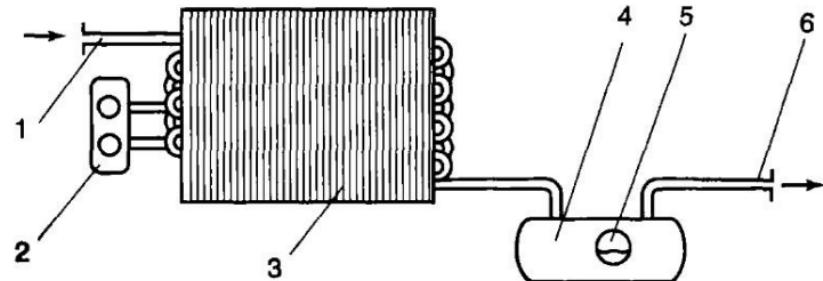

Рис. 114. Проверка зарядки системы хладагентом с применением указателя уровня жидкости:
9.3.2. Когда в машине давление стабилизировалось, открывают отверстие на указателе для проверки уровня жидкости. Непрерывный поток жидкого хладагента из отверстия свидетельствует о нормальной зарядке системы. Если из отверстия выходит непрерывный поток пара, то в системе недостаточное количество хладагента. Указатель уровня обычно расположен в нижней части конденсатора. В некоторых агрегатах на ресивере имеется смотровое стекло для определения уровня жидкости (рис. 114).